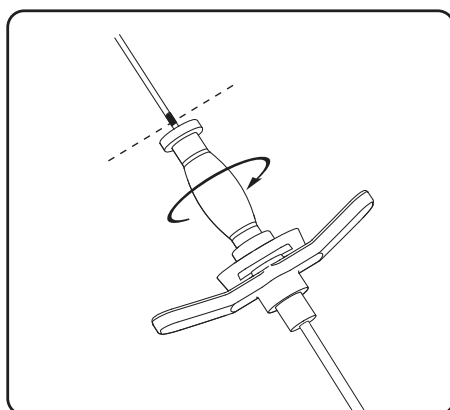
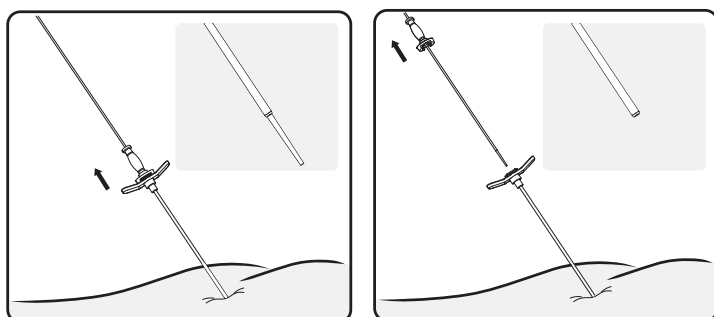

Figura 11. Desbloquee el dilatador de la vaina introduidora
Figura 12. Retire la guía direccional y el dilatador.
6. Rote el dilatador 90 grados para desbloquearlo de la vaina introduidora (**Figura 11**). Teniendo cuidado de dejar la vaina introduidora en su posición, retire la guía direccional y el dilatador (**Figura 12**).